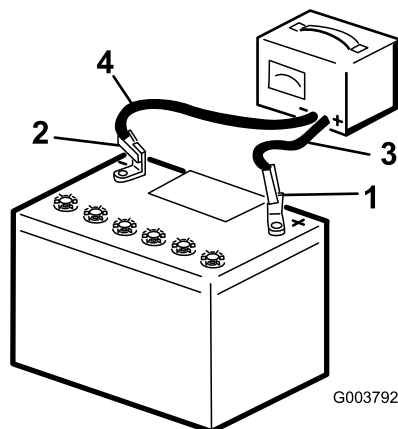

Bild 32
2. Laden Sie die Batterie für 10-15 Minuten mit 25 A bis 30 A oder 30 Minuten lang mit 4 A bis 6 A (Bild 32). Überladen Sie die Batterie nicht.
3. Wenn die Batterie voll geladen ist, ziehen Sie den Stecker des Ladegeräts aus der Dose. Klemmen Sie dann die Klemmen des Ladegeräts von den Batteriepolen ab (Bild 32).